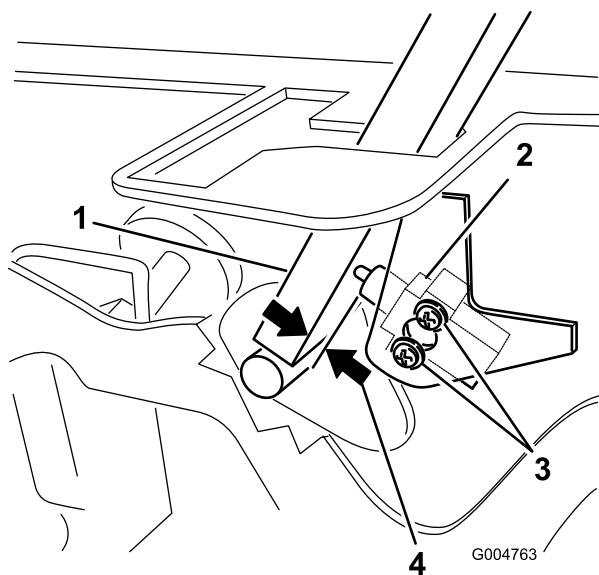

Figura 52
3. Desaperte os 2 parafusos que prendem o interruptor de segurança (Figura 52).
4. Segurando na alavanca de controlo encostada à estrutura, desloque o interruptor na direção da alavanca até que a distância entre a alavanca e o corpo do interruptor seja 0,4 a 1 mm, como se mostra na Figura 52.